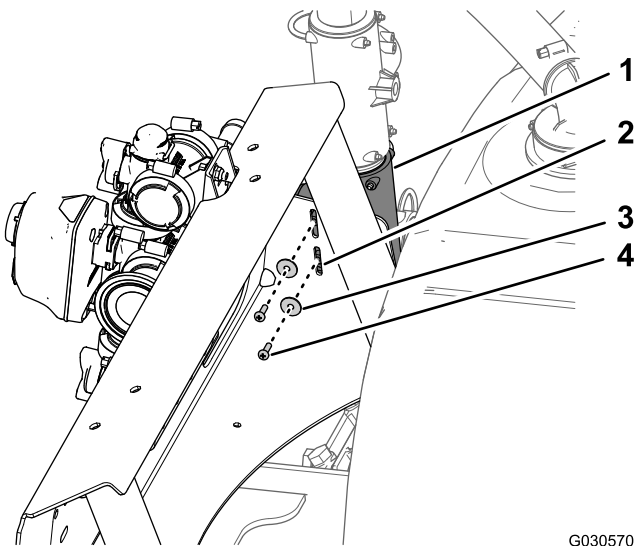

图 101
4. 在歧管安装架的左侧将 T 形接头中的孔与歧管安装架中的孔对齐图 101。
5. 使用在 18 卸下 3 喷洒臂段系统的歧管安装架 (页码 36) 的步骤 1 中卸下的 2 个平头螺丝 #10 x $\frac{3}{8}$ 英寸和 2 个垫圈 #10 将 T 形接头固定到歧管安装架图 101。